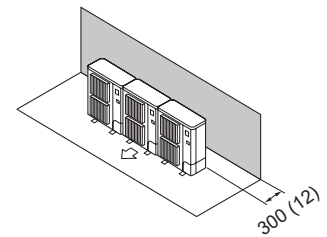

Fig. 2-12
- (1) Obstacles uniquement à l'arrière (Fig. 2-12)